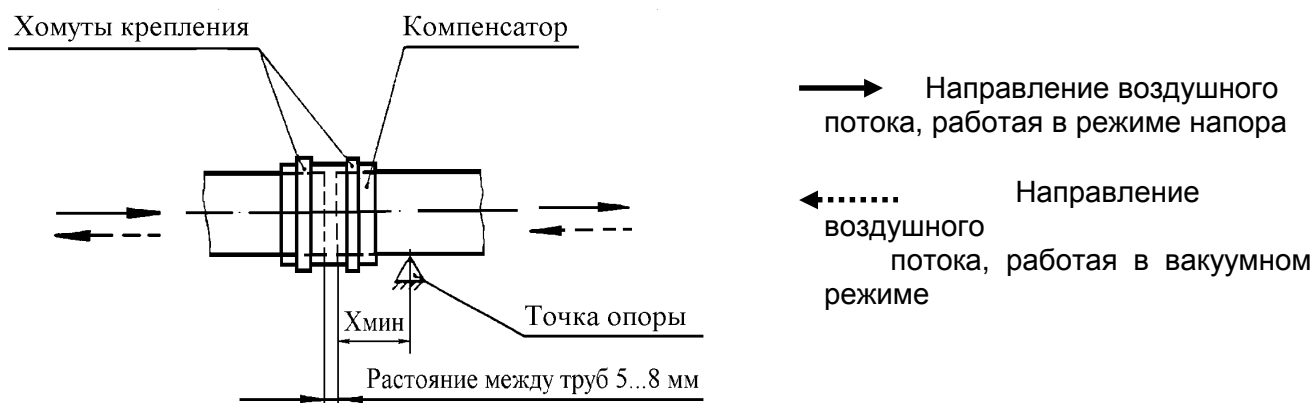

Рис.3. Схема подключения трубопровода
- подсоединение должно быть сделано, как показано на рис.3. Схема действительна для соединения труб, как нагнетательных, так и всасывающих. Воздуходувку к трубопроводу подсоединять только при помощи компенсатора. Конец трубопровода должен опираться на опору или быть подвешен для того, чтобы вес трубопровода не передавался на воздуходувку. Расстояние X должно быть минимальное. Между концами труб следует оставить зазор 5...8 мм;